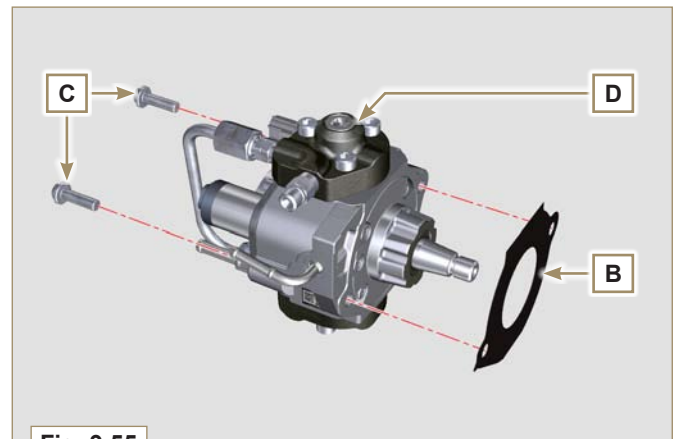

Fig. 9.55
• Die Dichtung **B** verfügt über eine bestimmte Montagerichtung (**Fig. 9.55**).
• Die Schrauben **C** durch neue ersetzen oder alternativ dazu **Loctite 2701** auftragen (**Fig. 9.55**).